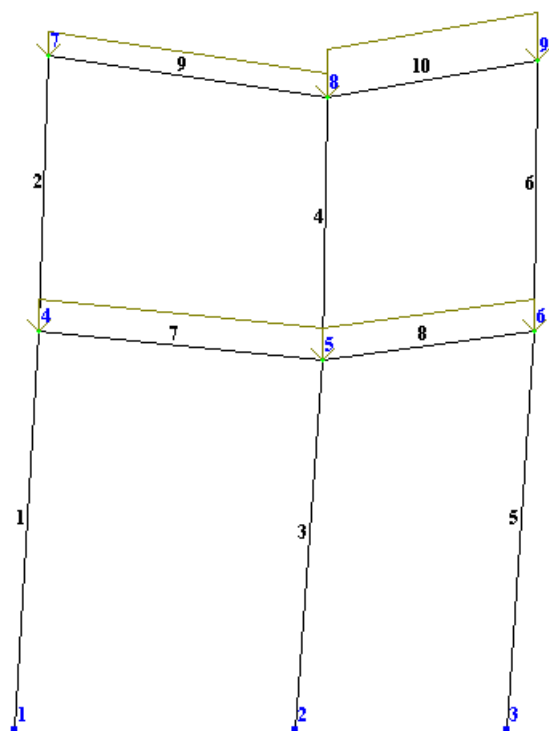

Рис.1.19. Расчетная схема с учетом перемещений узлов
- В режиме просмотра результатов расчета по умолчанию расчетная схема отображается с учетом перемещений узлов (рис.1.19). Для отображения схемы без учета перемещений узлов щелкните по